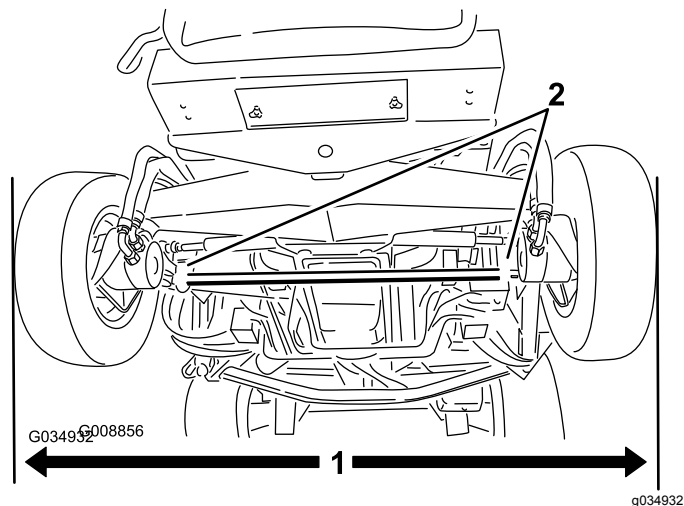

図 112
1. 後輪をまっすぐ前に向けた状態で、後輪の前と後ろで、左右のタイヤの外側間距離車軸の高さ位置でを測る 図 112。
2. トーインの調整は、まずタイロッド両端のクランプをゆるめる 図 112。